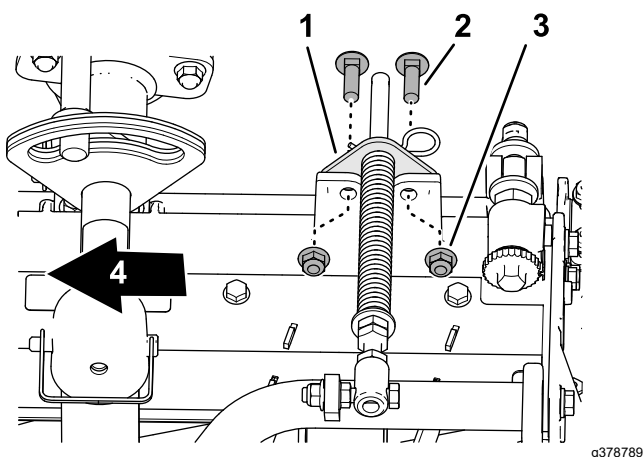

**Figura 21**
5. Alinee los orificios del soporte del muelle de compensación con los del bastidor de la unidad de corte (Figura 21).